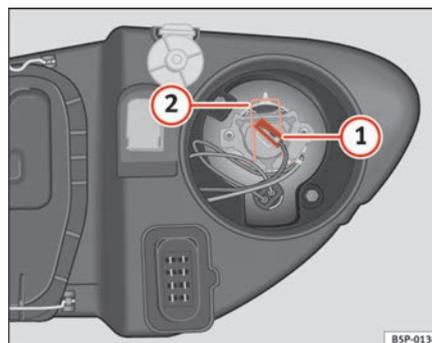

Fig. 182 Luz de carretera
- Extraiga el conector ⇒ fig. 182 ① de la lámpara.
- Presione el resorte ⇒ fig. 182 ② hacia dentro y hacia la derecha.